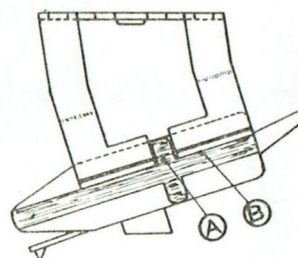

Figure 1
Prendre la cellule entre le pouce et l'index et placer les nervures verticales (A) en face des fentes de l'étrier - appuyer ensuite légèrement pour emboîter les pinces de l'étrier jusqu'aux nervures horizontales (B) la position de la cellule doit être conforme à celle indiquée (figure 1)